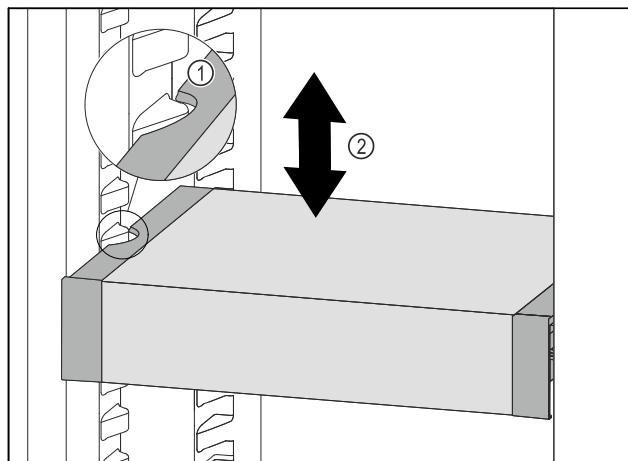

Fig. 63
- VarioSafe vucite prema naprijed sve dok se bočni otvori VarioSafe ladice ne nađu na visini žlijeba spremnika u hladnjaku. Fig. 63 (1)
- Pomičite ladicu VarioSafe u hladnjaku prema gore ili dolje sve dok ne dosegnete željenu visinu. Fig. 63 (2)